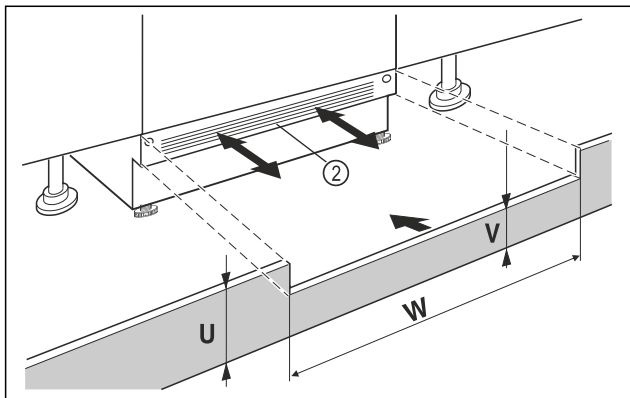

Fig. 40 Ілюстративне зображення
- ▶ Поставте на місце плінтус пристрою Fig. 40 (2), але поки що не закріплюйте його.
- ▶ Якщо плінтус видно Fig. 40 (2), потягніть його вперед так, щоб передній край вентиляційної решітки став урівень із плінтусом меблів.
- ▶ Якщо плінтус приховано Fig. 40 (2), посуньте його повністю назад.
- ▶ Слідкуйте за повністю вільним доступом повітря: За необхідності обріжте плінтус меблів по висоті Fig. 40 (U)!
- ▷ Під плінтусом пристрою Fig. 40 (W) по ширині ніші Fig. 40 (V) облаштуйте сходинок відповідних розмірів Fig. 40 (2).